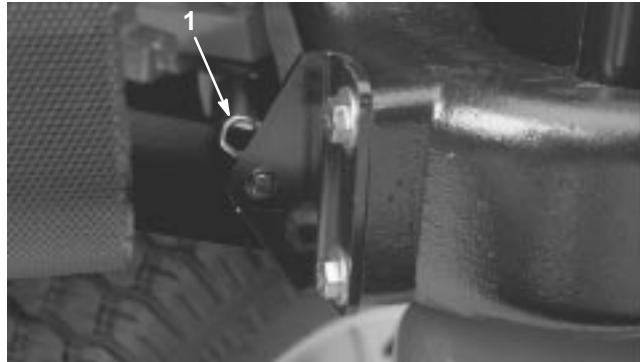

Figure 39
2. Retirez la goupille fendue qui fixe le pivot de capot aux supports (Fig. 39).